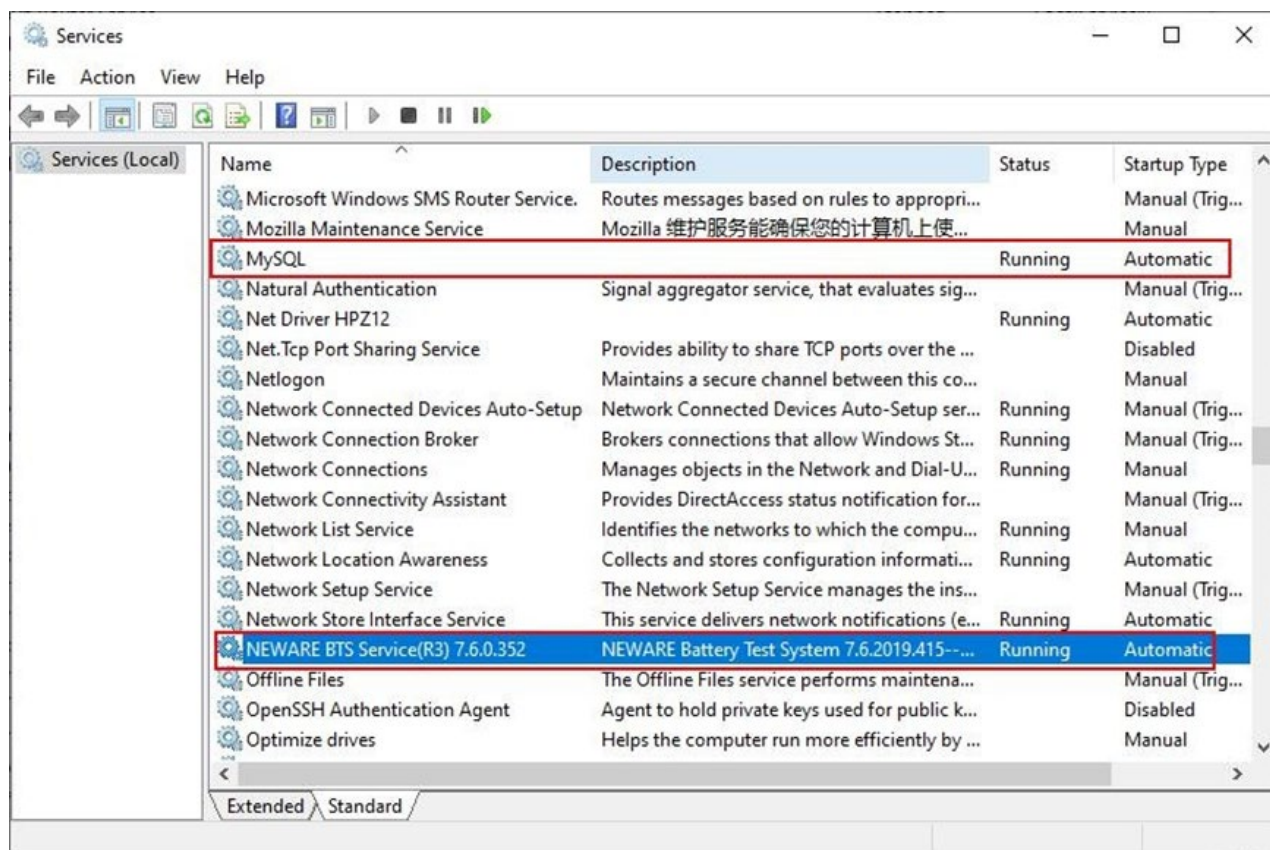

Рисунок 3.7 – Начальное окно установки параметров
2) Если в списке нет «MySQL» или «NEWARE BTS Service», удалите сервер и установите его снова, после чего повторно проверьте, выполнив описанные выше действия, что сервер правильно установлен и запущен (см. рисунок 3.7).